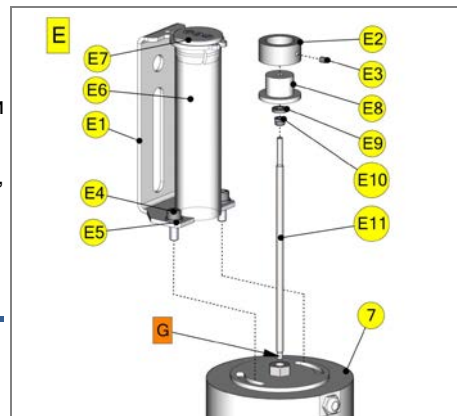

Рис. 7-8
- Рис. 7-8
- Выверните шток диска индикатора (E11) в сборе с (E2), (E3), (E8), (E9) и (E10) из привода (7).